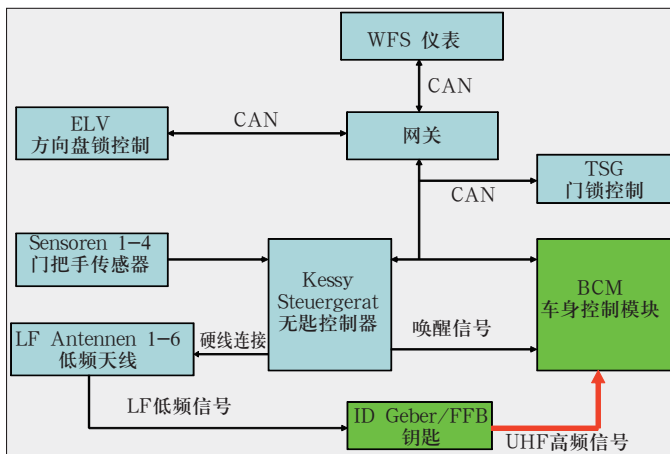

图6 整车网络睡眠状态示意图
3. 钥匙被低频信号激活后, 发送高频信号给车身控制模块BCM, 若BCM未收到正确的高频信号, 则整车网络除BCM、Kessy控制器外, 都保持睡眠状态(见图6)。